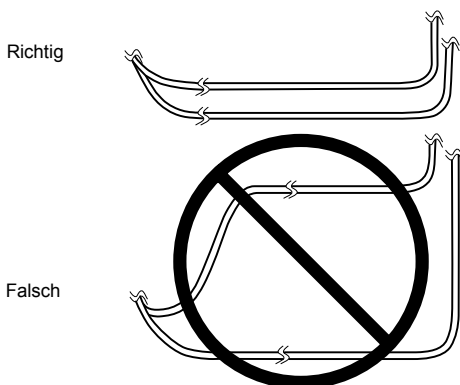

Abbildung 5. Verlegen von zwei Elektrodenkörpern
- Beim Verlegen der beiden Elektrodenkörper darauf achten, dass die Fläche zwischen diesen minimal bleibt (Abbildung 5). Bilden die Elektrodenkörper eine Schleife, kann der Patient bei bestimmten elektromagnetischen Interferenzen (z. B. beim Durchqueren von Diebstahldetektoren) eine kurzfristige Steigerung der Stimulation verspüren, die von manchen Patienten als unangenehmer Zuck- oder Schlageffekt beschrieben wird.